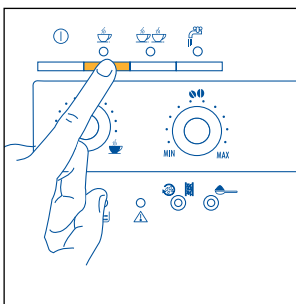
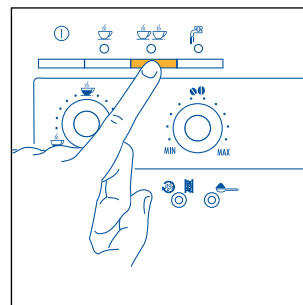

Рис. 12
Рис. 13
- 5) Нажмите кнопку , рис. 12, если вы готовите 1 кофе или кнопку , рис. 13, если готовите 2 чашки кофе. После этого кофеварка помелит зерна кофе, выполнит короткую подачу кофе, паузу и полностью выльет кофе в чашку. После достижения требуемого количества кофеварка автоматически остановит подачу кофе и вытолкнет остатки кофе в кассету для кофейной гущи.
- 7) Для того, чтобы включить кофеварку нажмите кнопку ①. (До выключения кофеварка выполняет автоматическое споласкивание: из носиков подачи кофе выльется немного горячей воды, которая будет собрана в поддоне для сбора воды, будьте осторожны, чтобы не обжечься). Если кофеварка не выключается кнопкой ① в любом случае через 3 часа после последнего использования, она выключится самостоятельно, выполнив сначала короткое споласкивание.
ПРИМЕЧАНИЕ 4: в то время, когда кофеварка готовит кофе, выливание может быть остановлено в любой момент нажатием кнопки , рис. 12, или  рис. 13, нажатой ранее.
ПРИМЕЧАНИЕ 5: как только подача кофе закончится, если вы хотите увеличить количество кофе, достаточно удерживать кнопку , рис. 12 или  рис. 13, нажатую ранее до получения требуемого количества (эта операция может быть проведена только в том случае, если выполняется в течение 3 секунд после завершения выливания кофе из носиков).